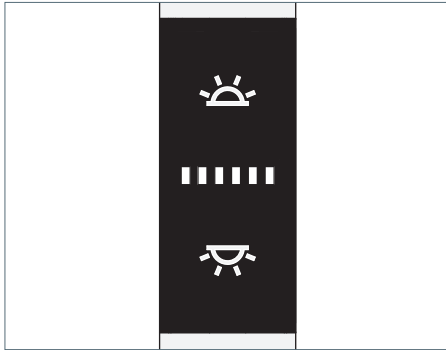

Fig. 3: Bedienelement.
- Drücken Sie die obere Taste, siehe Fig. 3.
- Drücken Sie die untere Taste, siehe Fig. 3.
- Drücken Sie die obere Taste und halten Sie diese Taste gedrückt, siehe Fig. 3.
- Drücken Sie die untere Taste und halten Sie diese Taste gedrückt, siehe Fig. 3. Nach ungefähr einer Sekunde verändert die Leuchte ihre Helligkeit.